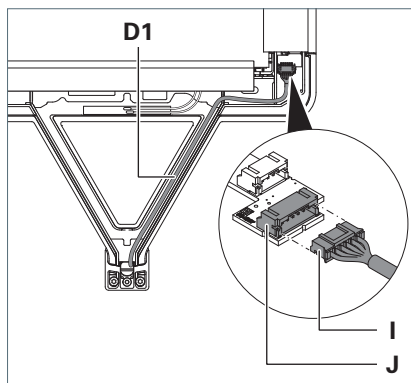

Fig. 5: Collegare la linea di comando.
- Posare la linea di comando **D1** dal tubo verticale nel braccio di supporto della testa dell'apparecchio, vedere Fig. 5.